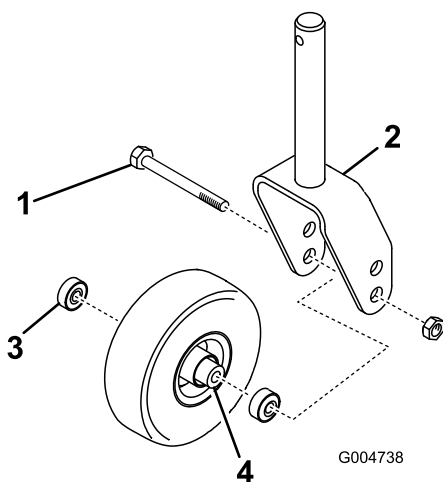

Figure 22
2. Enlevez le contre-écrou du boulon qui fixe la roue pivotante à la chape (Figure 22). Maintenez la roue pivotante et sortez le boulon de la fourche ou du bras pivotant.
3. Enlevez le roulement du moyeu de la roue et laissez tomber la douille d'écartement à l'extérieur (Figure 22). Enlevez le roulement de l'autre côté du moyeu.